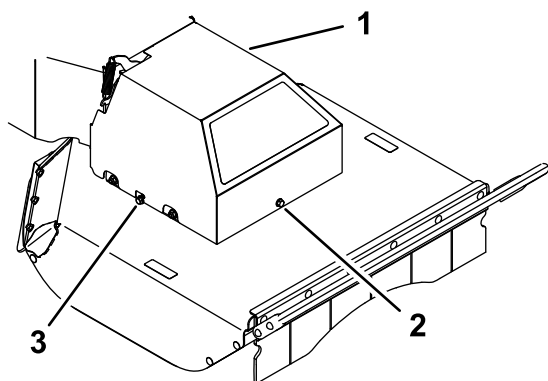

Figura 31
5. Afloje los pernos del lado izquierdo y derecho unas vueltas y afloje el perno delantero hasta que la cubierta quede suelta (Figura 31).
luego apriete ambos pernos laterales (Figura 31).